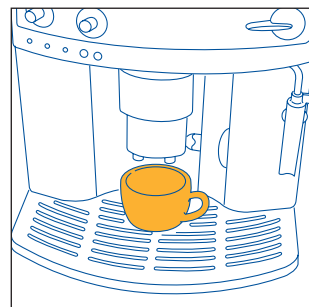
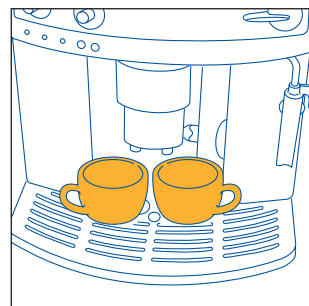
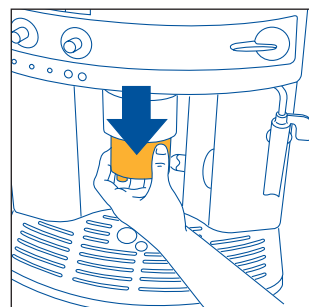

Abb.9
Abb.10
Abb.11
- 4) Stellen Sie unter die Ausgüsse des Kaffeeauslaufs entweder eine Tasse für 1 Kaffee (Abb. 9) oder zwei Tassen für 2 Kaffees (Abb. 10). Um eine besonders gute Crema zu erzielen, bringen Sie den Kaffeeauslauf so weit wie möglich an die Tassen, indem Sie ihn absenken (Abb. 11).